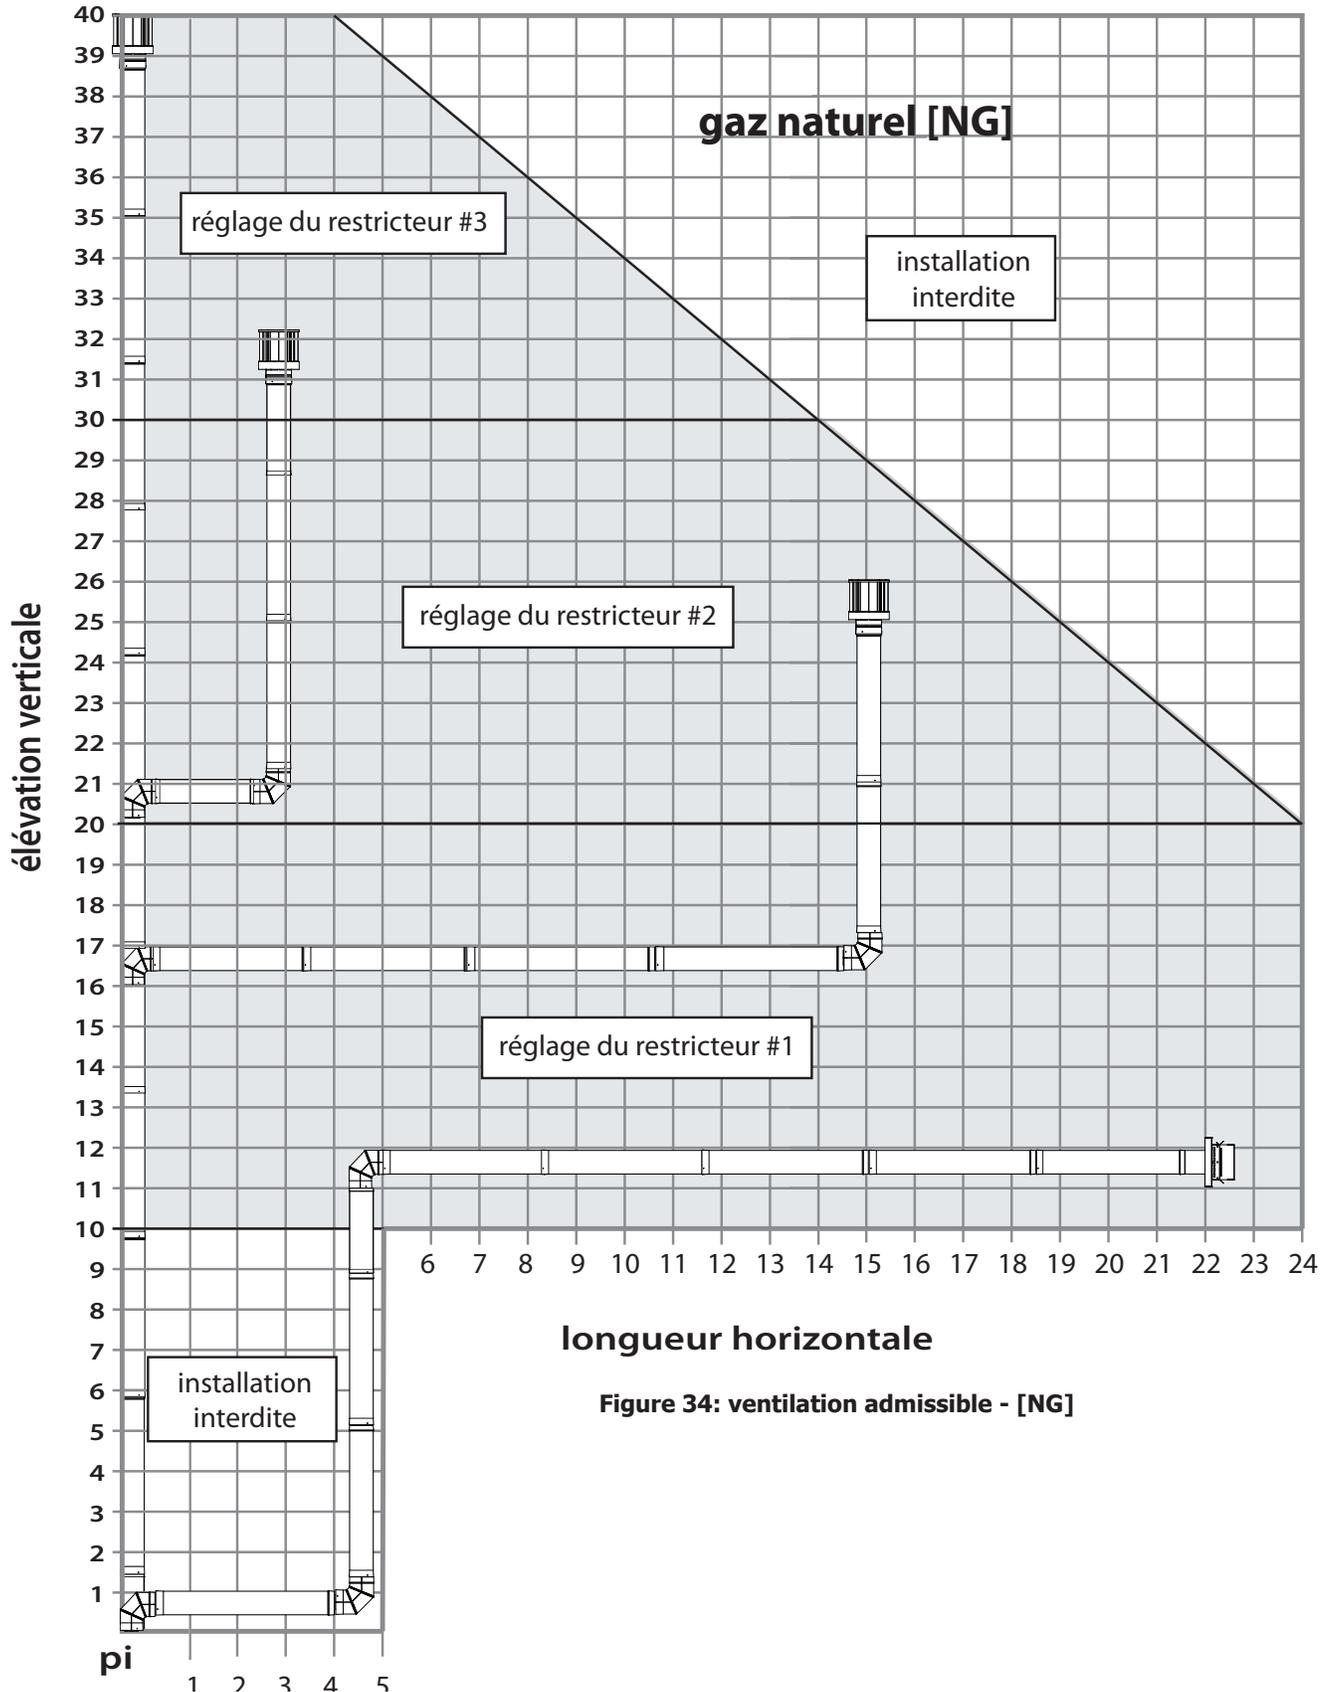

Figure 34: ventilation admissible - [NG]
Les graphiques suivants montrent les différentes options de ventilation disponibles en utilisant des terminaisons verticales ou horizontales associées à des coudes compris entre 0 et 3 à 90 ° dans le plan vertical. Toute disposition planifiée restant dans les zones ombrées est acceptable. **Avoir le plus petit nombre de coudes est idéal car ils limitent le flux d'air. La longueur totale du tuyau d'évent horizontal ne peut pas dépasser 24 pieds (7,3 m) et la longueur verticale totale ne peut pas dépasser 40 pieds (12,2 m).** Toute combinaison de montée et de course peut être utilisée dans la mesure où elle se situe dans les zones ombrées des graphiques suivants. Un total de trois (3) coudes à 90 ° ou de six (6) coudes à 45 ° peut être utilisé comme indiqué aux figures 34 et 35. En plus de ce qui est illustré, si un coude à 90 ° est utilisé dans le plan horizontal, (91,4 cm) doit être soustrait de la course horizontale admissible (pour chaque coude à 45 °, il faut soustraire 45,7 cm).